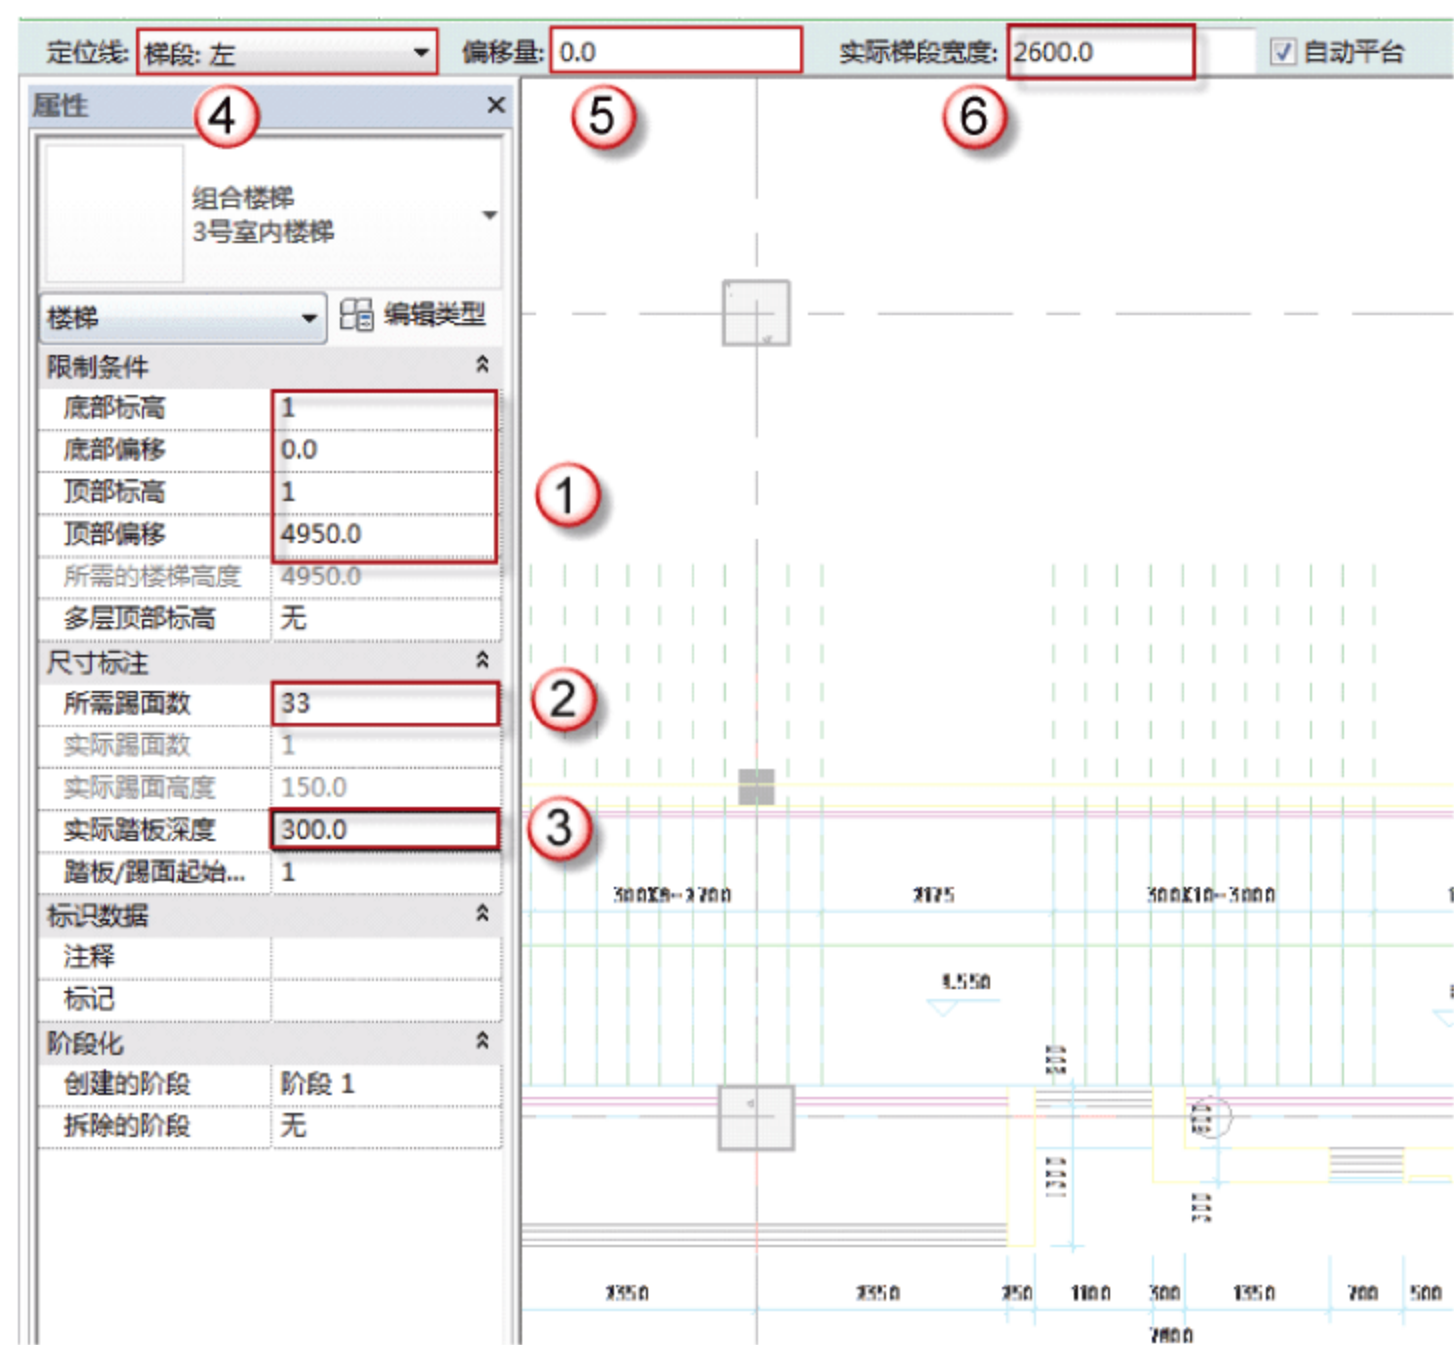

图 11.2.72 设置楼梯尺寸
(8) 设置楼梯尺寸及位置。观察导入的“2 号室内楼梯” CAD 图可知该楼梯尺寸。在“属性”面板中通过设置“底部标高”为“1”层平面、“底部偏移”为“0.0”个单位、“顶部标高”为“1”层平面、“顶部偏移”为“4950.0”个单位来确定楼梯的起始和终止高度。通过设置“所需踢面数”为“33”个，从而可以调整“实际踢面高度”为“150” mm（实际踢面高度为程序自动计算，不需要另为设置），同时调整实际踏板深度为“300” mm。在选项栏中设置“定位线”为“梯段：左”对齐，“偏移量”为“0.0”个单位，“实际梯段宽度”为“2600.0”个单位，选中“自动平台”复选框，画好的两跑楼梯之间会自动生成楼梯的休息平台，如图 11.2.72 所示。